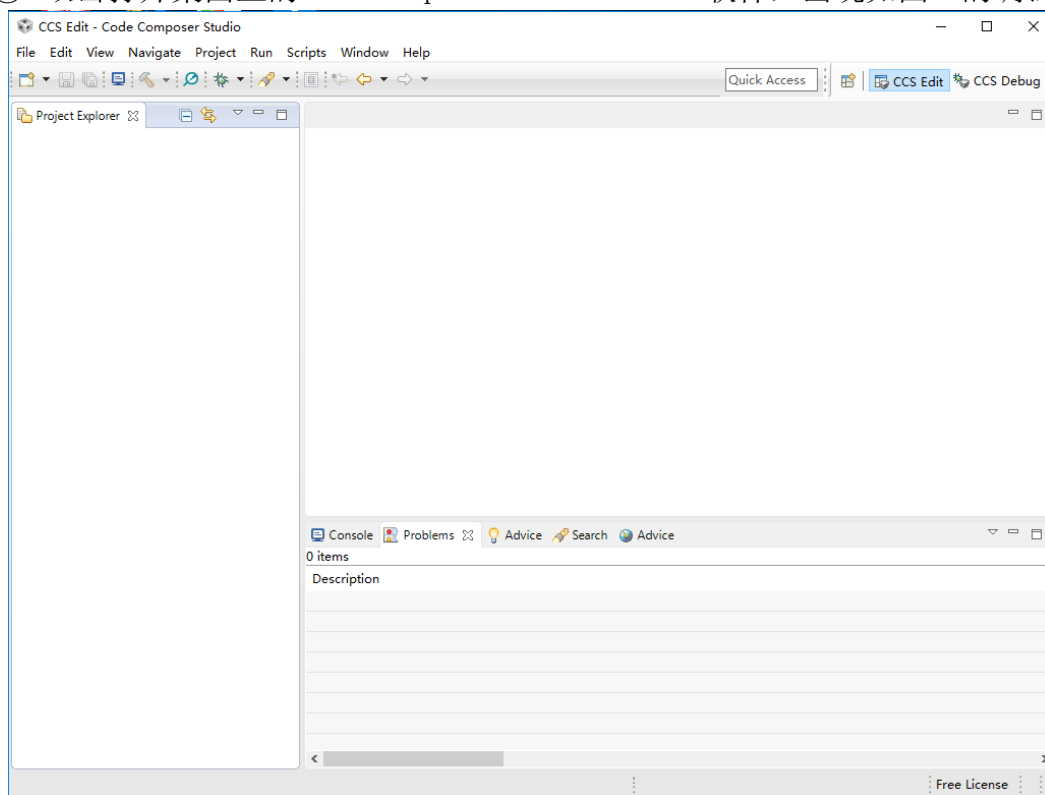

图14 调试界面
① 双击打开桌面上的Code Composer Studio 6.2.0软件，出现如图14的调试界面。